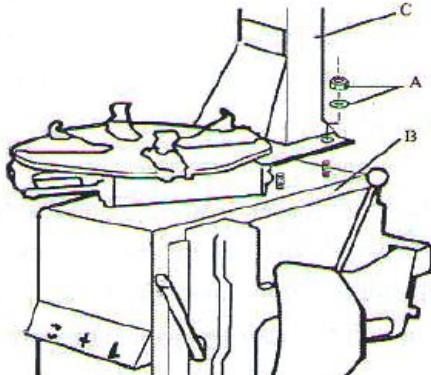

Рис.3
- Открутить гайку А на корпусе В, как показано на рис. 3. Поднять колонну С, установить ее на корпус станка, закрутив гайку А на болт, размещенный в корпусе В. Затянуть крепление с усилием. См. рис. 3.